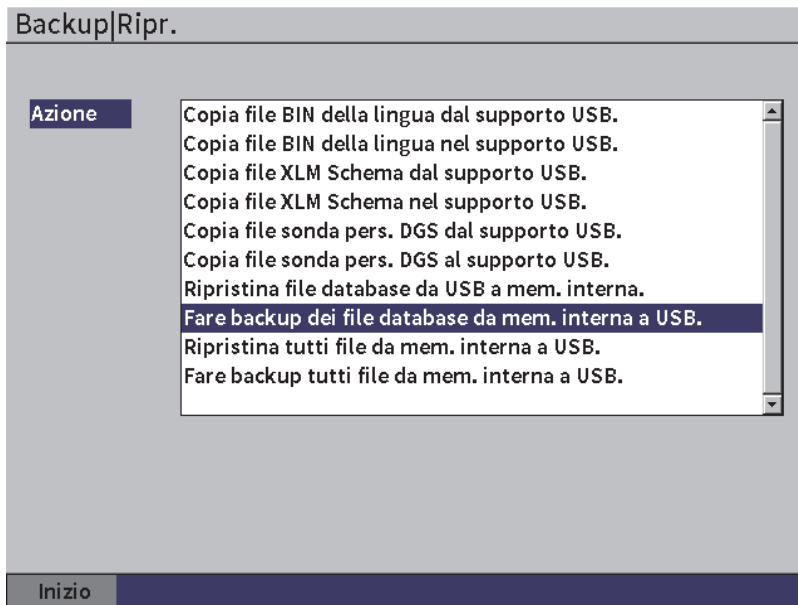

Figura 9-24 Pagina di configurazione Backup|Ripristina
1. Aprire la pagina di configurazione **Backup|Ripr.** (vedere Figura 9-24 a pagina 152).